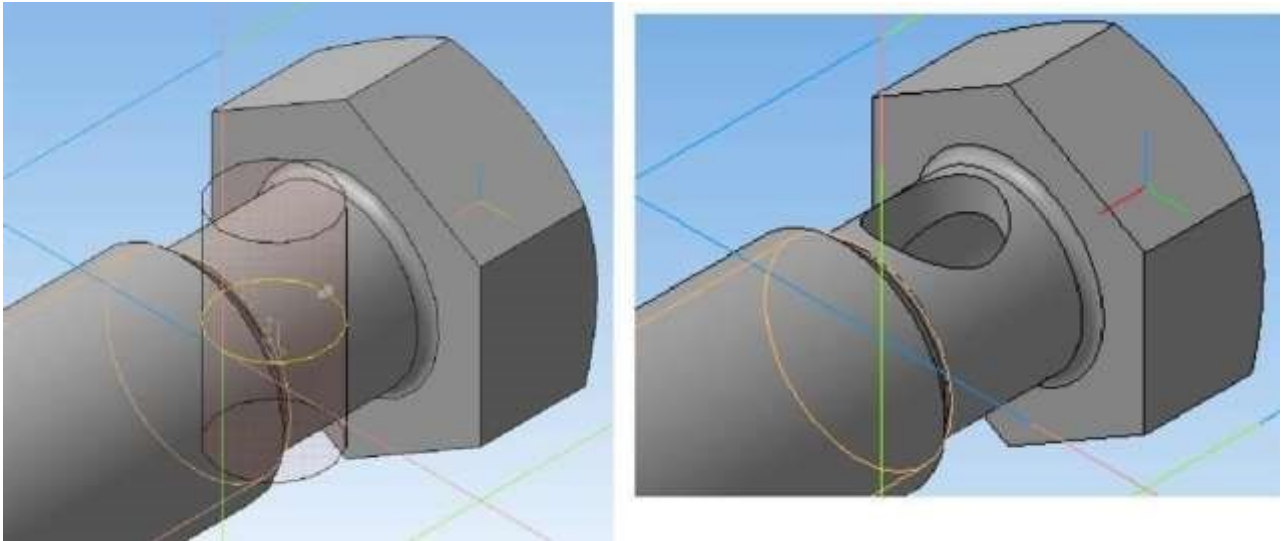

Рисунок 7.124 – Фантом операции Рисунок 7.125 – Результат операции
10) Выполнить команду *Вырезать выдавливанием* с параметрами: два направления , на расстоянии – 10, Тонкая стенка - Нет (рисунок 7.124). Полученный результат – на рисунке 7.125.